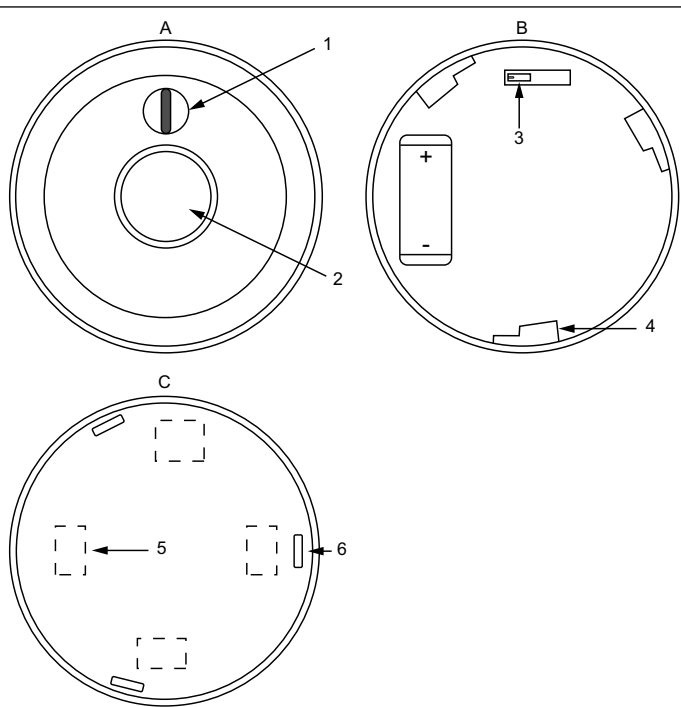

Fig. 2 A = corpo principale, anteriore, B = corpo principale, posteriore, C = copertura posteriore
1. Aprire le zone preforate all'interno del coperchio posteriore. Vedi Fig. 2